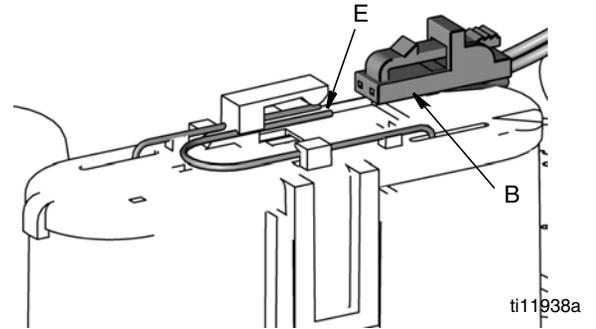

FIG. 8
- Reconecte el conector de la batería, deslizando con cuidado el conector en los terminales de la batería (E) hasta que quede trabado de forma segura en su lugar (B) (FIG. 8).